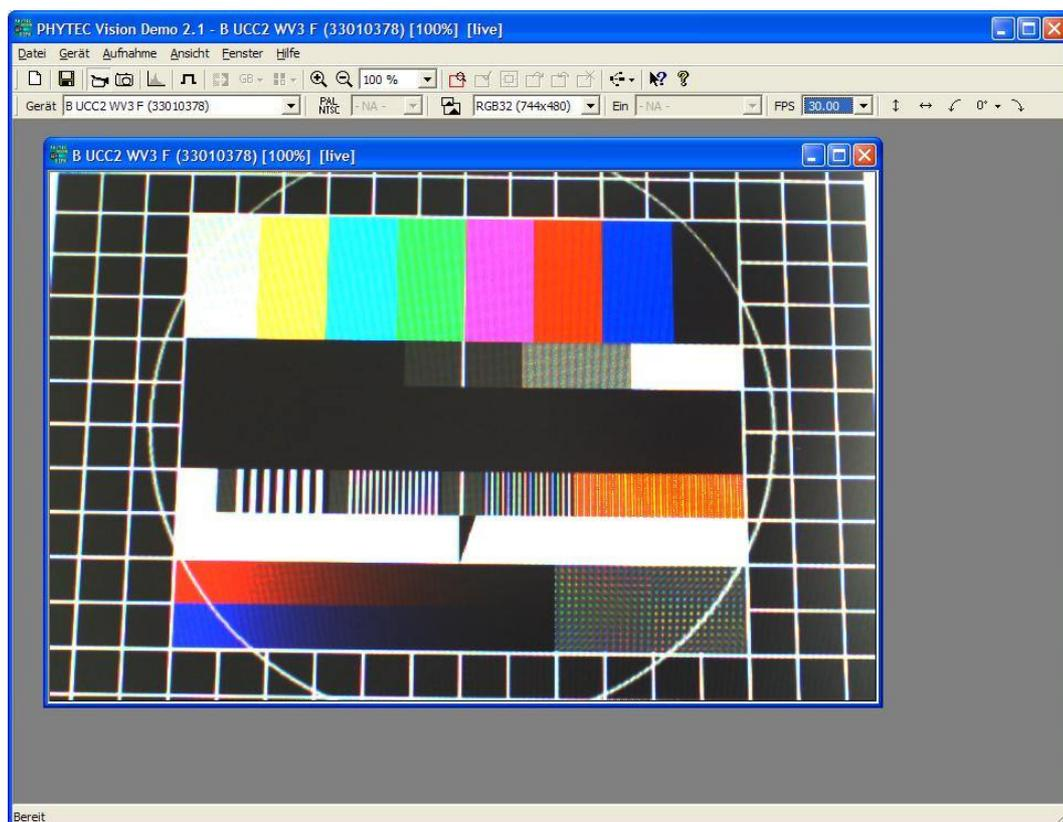

Bild 22: PHYTEC Vision Demo – Live View-Funktion aktiviert
- Im Programmfenster erscheint nun ein Live-Bild (Bild 22).